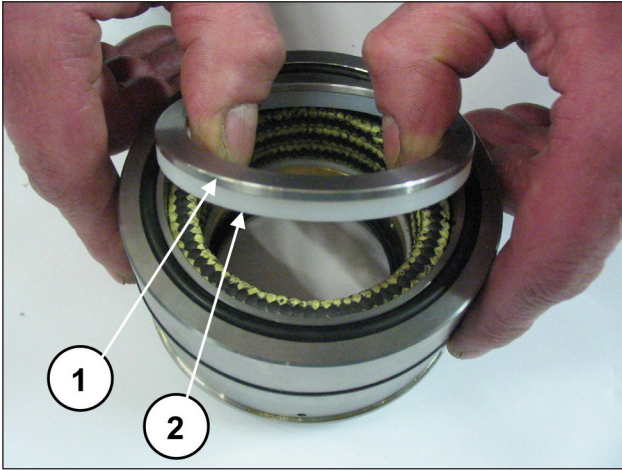
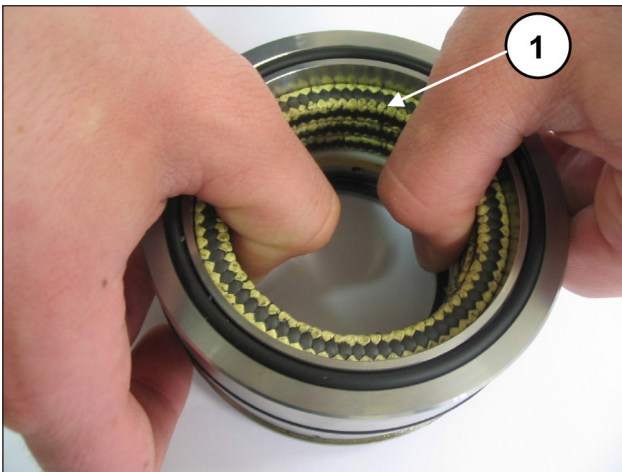

Fig. 161
Fig. 162
Désassembler le support des joints de la chemise, ôter l'anneau du ressort et l'anneau racler (rep. ①②, Fig. 161) pour accéder aux joints de pression (rep. ①, Fig. 162).